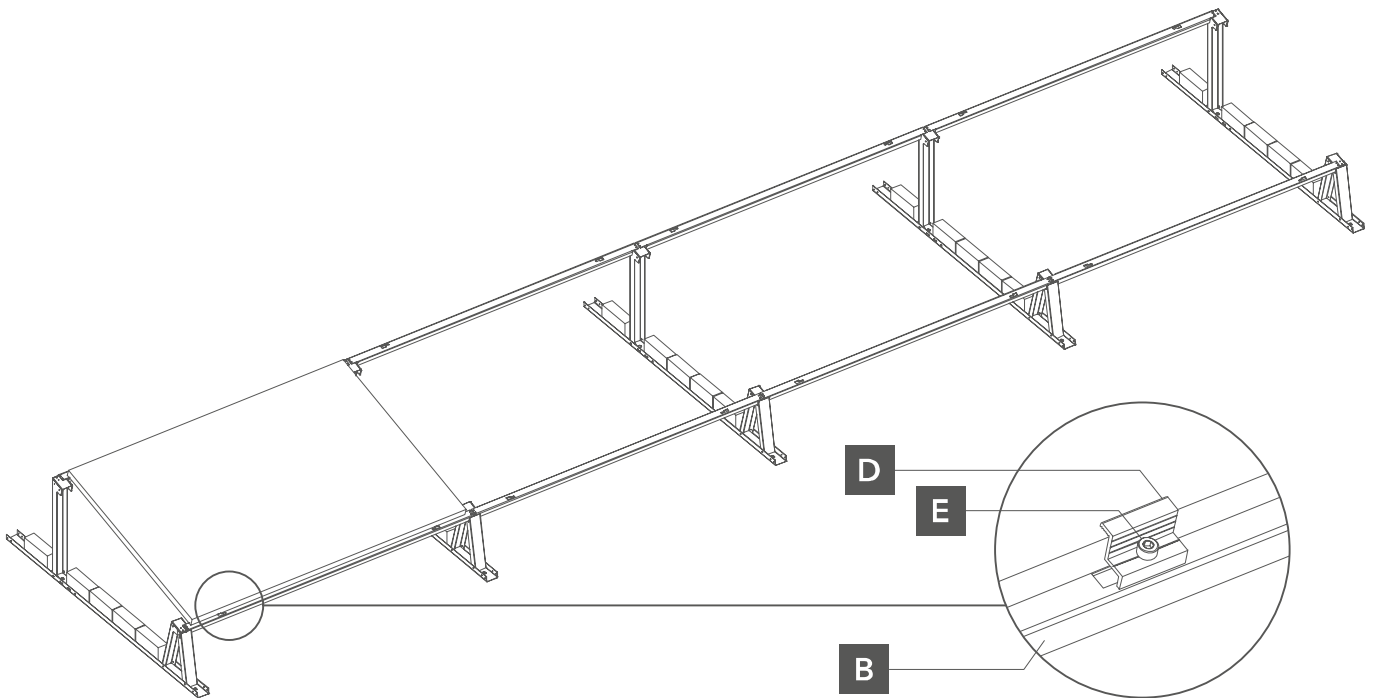

Abb. 4. Befestigung der Module an der Dachlatten
- 3** Auf den Dachlatten legen wir den ersten, äußersten Photovoltaik-Modul und halten es, um die Endklemmen zu montieren. Die Schraubklemmen sind mit M8 Imbusschrauben und Muttern ausgestattet. Diese Prozedur muss für die Montage aller Module in der Reihe wiederholt werden (Abb. 4).